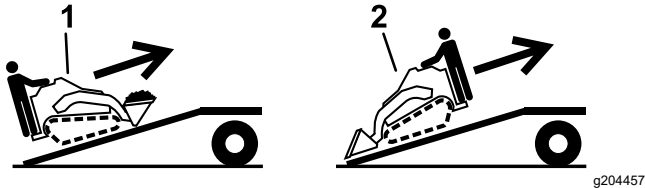

Figure 28
5. Placez toujours l'extrémité la plus lourde de la machine en haut de la rampe, la charge en bas, lorsque vous chargez la machine sur la remorque (Figure 28).